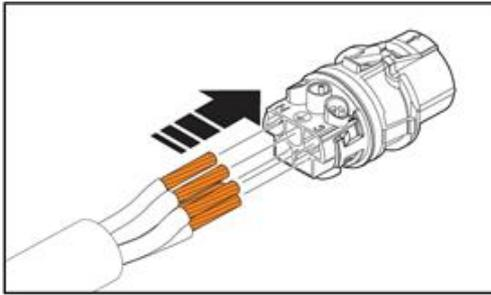

Abb. 16: Adern auflegen
- Schließen sie die Adern am Kontaktträger an (Abb. 16).